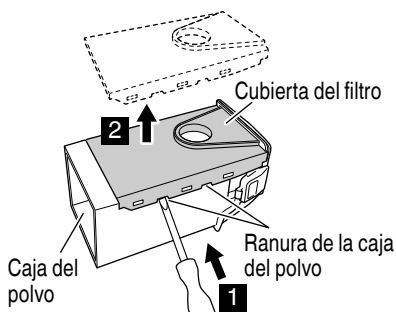

Fig. 16
6. Reemplazo del filtro (Fig. 16, 17, 18)
- (1) Introduzca un destornillador de punta plana en la ranura del lado de la cubierta del filtro y extraiga la tapa del filtro. (Fig. 16)